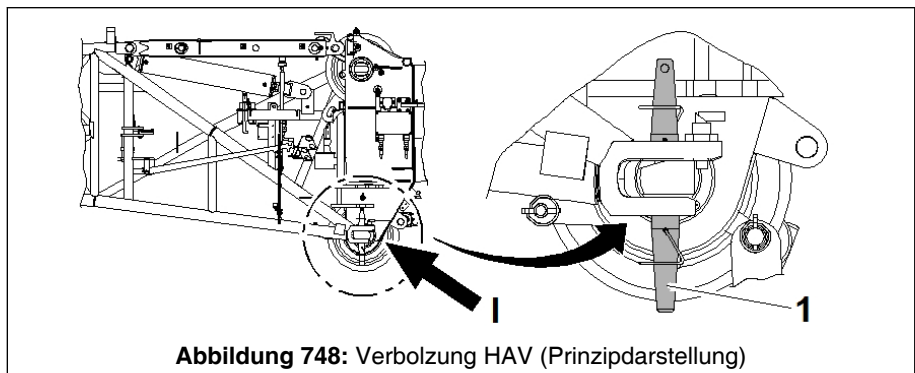
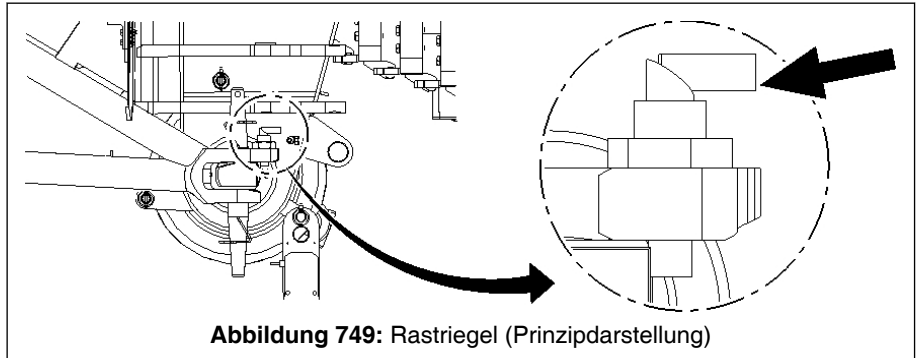

Abbildung 748: Verbolzung HAV (Prinzipdarstellung)
Abbildung 749: Rastriegel (Prinzipdarstellung)
- Für das folgende Entbolzen am Punkt (I) (siehe ☞ Abb. 748, Seite 820) sicherstellen, dass Rastriegel (siehe Pfeil in ☞ Abb. 749, Seite 821) am Hauptausleger links unten arretiert ist.
1. Den Bolzen (1) am Punkt (I) entfernen.
WARNUNG Absturzgefahr! ■ Für das folgende Entsperren des Rastriegels (siehe Pfeil in ↗ Abb. 749, Seite 821) Leiter nicht an Hauptauslegerverlängerung anlehnen.
WARNUNG Unfallgefahr durch unkontrollierte Bewegung der Hauptauslegerverlängerung! ■ Beim Entsperren des Rastriegels (siehe Pfeil in ↗ Abb. 749, Seite 821) im nächsten Arbeitsschritt, muss die Hauptauslegerverlängerung mit dem Hilfsseil gehalten werden.
2. Rastriegel (siehe Pfeil in ↗ Abb. 749, Seite 821) durch 180°-Drehung entsperren.